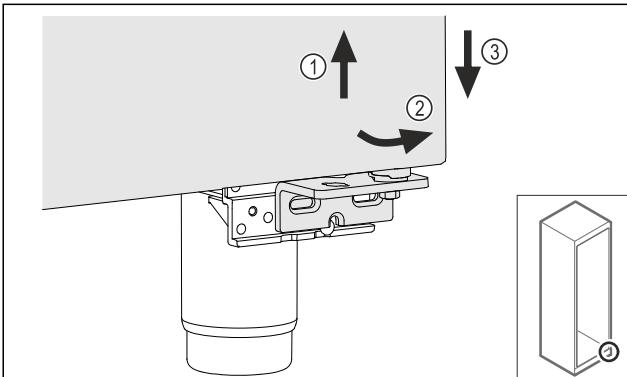

Fig. 16
- Ανασηκώστε ελαφρώς την πόρτα Fig. 16 (1), γείρετέ την κάτω προς τα εμπρός Fig. 16 (2) και κατεβάστε τη Fig. 16 (3).